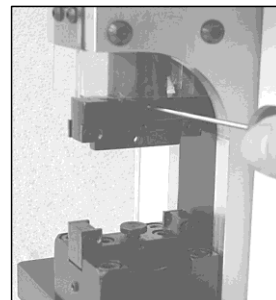

Abb. 9.02
- **T-Schraube durch drehen der Lochmutter im Uhrzeigersinn leicht anziehen. (Abb. 9.02)**